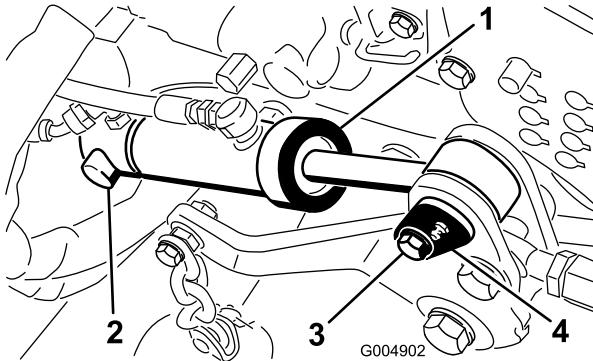

Рисунок 36
- Снимите стопорное кольцо, которое крепит заднюю часть подъемного цилиндра деки к поворотному штифту (Рисунок 36).
- Выверните винт крепления поворотного штифта переднего цилиндра к раме газонокосилки (Рисунок 36).